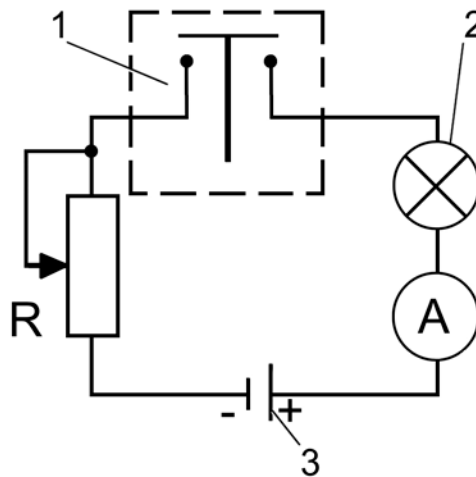

Рис. 7.61. Схема проверки замыкания контактов датчика: 1 - датчик уровня охлаждающей жидкости; 2 – лампа; 3 – аккумуляторная батарея; А – амперметр; R - реостат
- для проверки непосредственно датчика следует подключить датчик к электрической цепи, как показано на рис. 7.61, установив ток не более 1А.